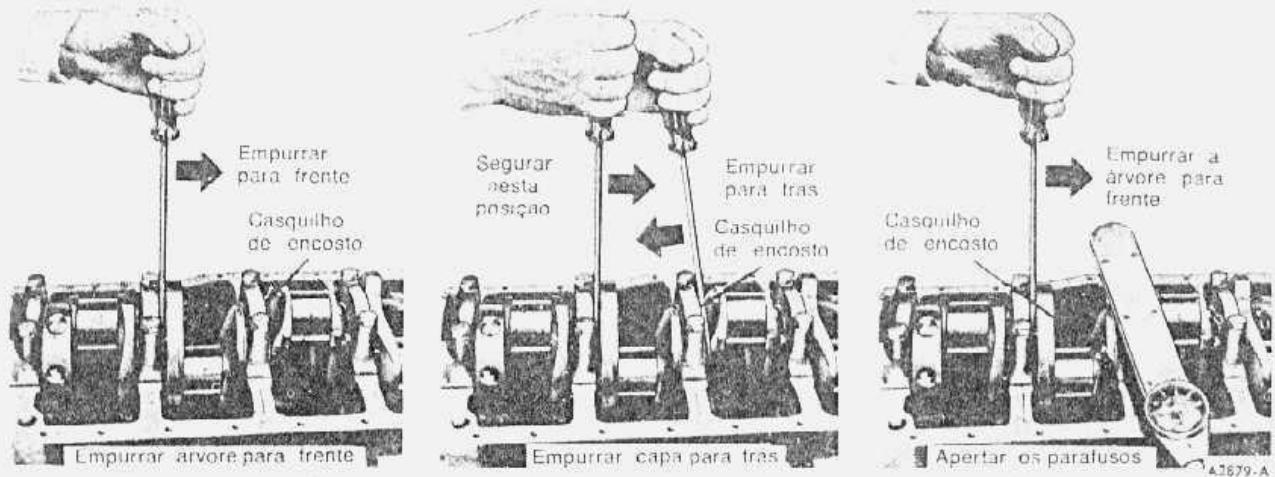

fig. 30 — alinhamento do casquinho de encosto
Lubarficar o munhão com óleo do motor, instalar a capa do mancal e apertar os parafusos com os dedos. Com uma alavanca, empurrar a árvore de manivelas para a frente contra a superfície de encosto da metade superior do casquilho (fig. 30). Empurrar a capa do mancal para trás. Estas operações deverão alinhar as duas metades dos casquilhos de encosto. Manter a pressão para a frente sobre a árvore de manivelas. Apertar os parafusos da capa com o torque especificado.
10. Com uma alavanca, empurrar a árvore de manivelas para frente, contra a superfície de encosto da metade superior do casquinho (fig. 30).